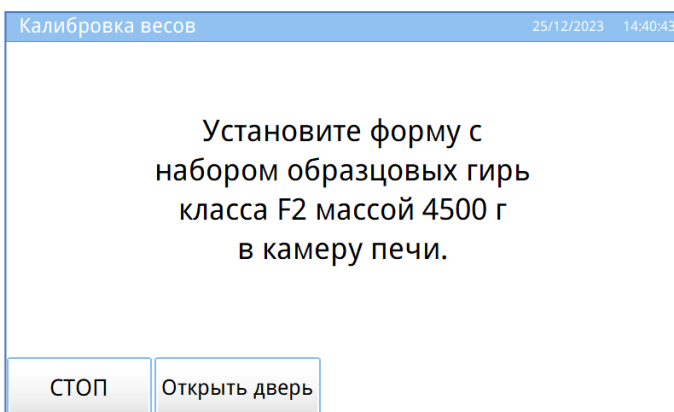

Рисунок 37 – Окно «Калибровка весов». Шаг третий. Установите форму.
5.9.6 В пустую форму загрузить образцовую гирию массой 4500 г, установить в камеру (см. рисунок 37).